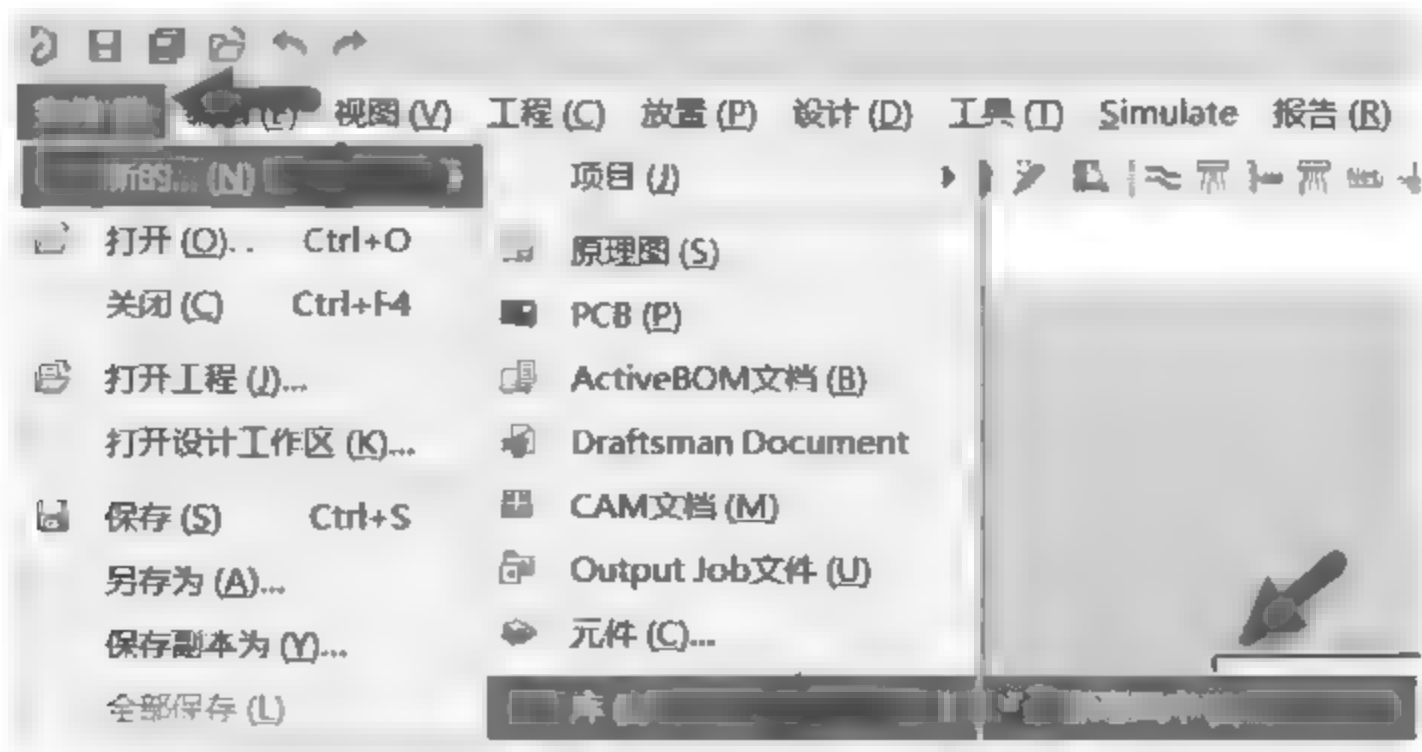

图 3-12 新建原理图库文件
(1) 如图 3-12 所示,执行菜单栏中“文件”→“新的”→“库”→“原理图库”命令,启动原理图库文件编辑器,并创建一个新的原理图库文件,命名为 Leonardo.SchLib。